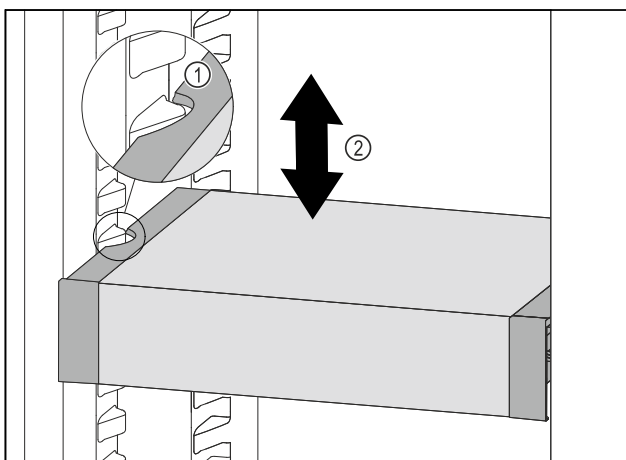

Fig. 67
- ▶ VarioSafe nach vorne ziehen, bis sich die seitlichen Aussparungen des VarioSafes auf Höhe der Behälterrippe im Kühlteil befinden. *Fig. 67 (1)*
- ▶ VarioSafe im Kühlteil nach oben oder unten bewegen, bis gewünschte Höhe erreicht ist. *Fig. 67 (2)*